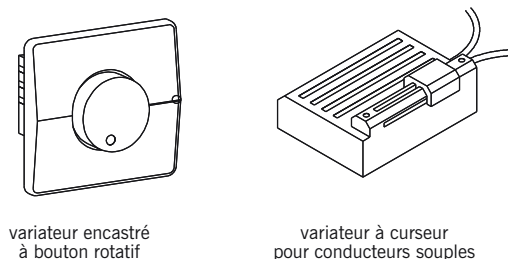

fig. 16.22
■ Le **variateur** (fig. 16.22) : interrupteur permettant également de faire varier progressivement l'intensité lumineuse d'une lampe. Il peut être mural (en applique ou encastré) ou mobile, raccordé sur un conducteur souple.